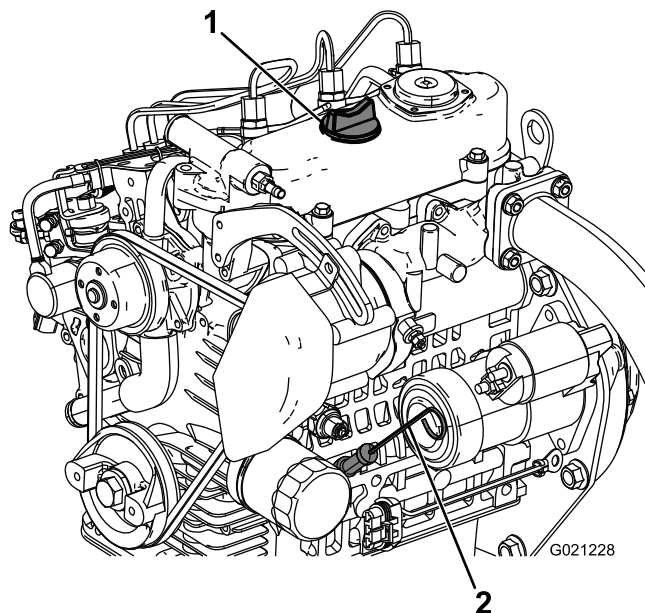

Figura 13
2. Retire la varilla (Figura 13) y límpiela con un paño limpio. Introduzca la varilla en el tubo asegurándose de que entre a fondo. Retire la varilla y verifique el nivel de aceite.
3. Si el nivel de aceite es bajo, retire el tapón de llenado (Figura 13) y añada suficiente aceite para elevar el nivel a la marca Full (lleno) de la varilla.